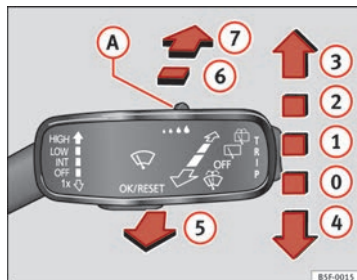

Fig. 66 Utilisation de l'essuie-glace avant et arrière.
- Appuyez sur le levier de l'essuie-glace brièvement vers le bas → fig. 66 ④.